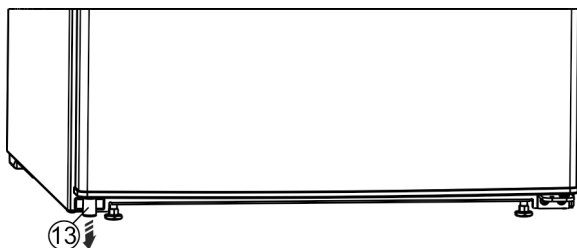

Fig. 14 *
- Retirer la butée Fig. 14 (13) de la porte en bas à gauche.*